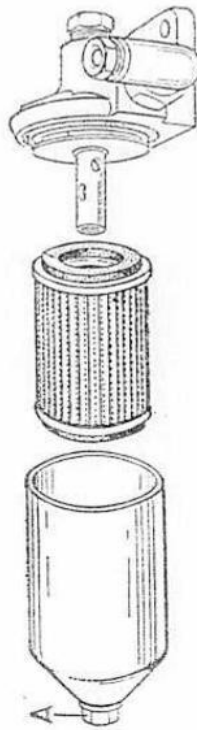

Fig. 9. Le filtre à huile extérieur.
Dévisser le boulon (A) Fig. 9, pour démonter l'ensemble de filtre, en supportant en même temps la cuvette pour éviter les dommages éventuels. Extraire la cartouche de filtre, en s'assurant de conserver les rondelles d'étanchéité, et, si elle est fortement endommagée, la renouveler. Si elle est contaminée seulement légèrement, la nettoyer à l'essence avec le corps de la cuvette de filtre et les autres pièces et la sécher. Au remontage, examiner les rondelles d'étanchéité et les remplacer si elles portent des signes de détérioration.